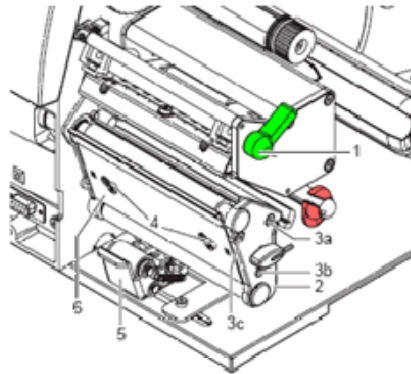

Figure 6
1. Retirer le rouleau de pression (7) et le rouleau de décollement (8) des axes (9, 10) au boîtier.
3. Positionner le rouleau de pression (7) et le rouleau de décollement (8) sur l'axe correspondant et tourner légèrement jusqu'à ce que l'hexagone de l'axe soit saisi dans l'hexagone intérieur du rouleau.
4. Placer la plaque (2, Figure 6) et serrer les vis (3a, b, c, Figure 6) dans l'ordre a-b-c.
5. Placer la bordure de décollement (6, Figure 6) et serrer les vis (4, Figure 6) avec la clé à six pans.